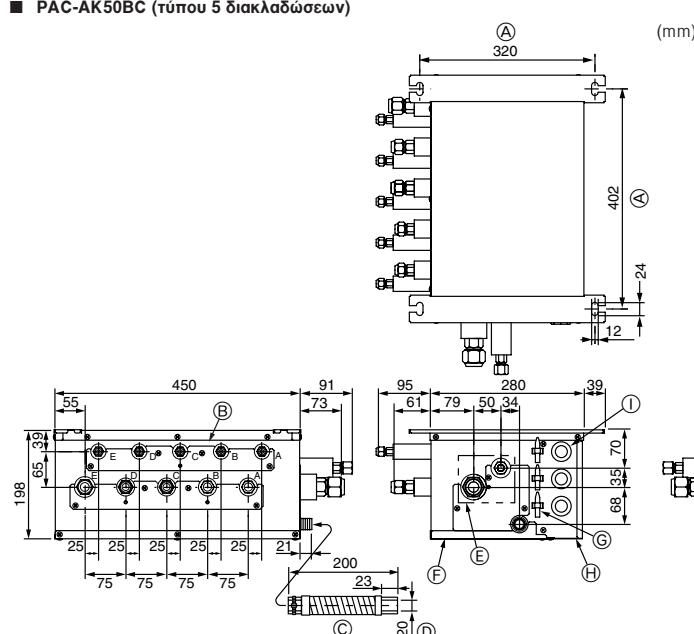

Fig. 4-2
- (1) Τοποθετήστε τα μπουλόνια ανάρτησης (θα τα προμηθευτείτε από το εμπόριο) στη συνιστώμενη απόσταση (Fig. 4-2, 4-3).